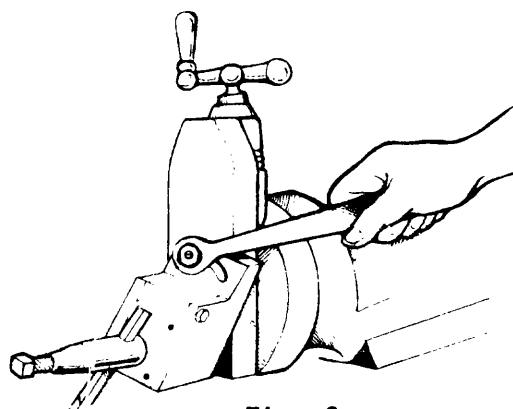

Fig. 9
- d Inclíne el batiente de la herramienta (fig. 9).